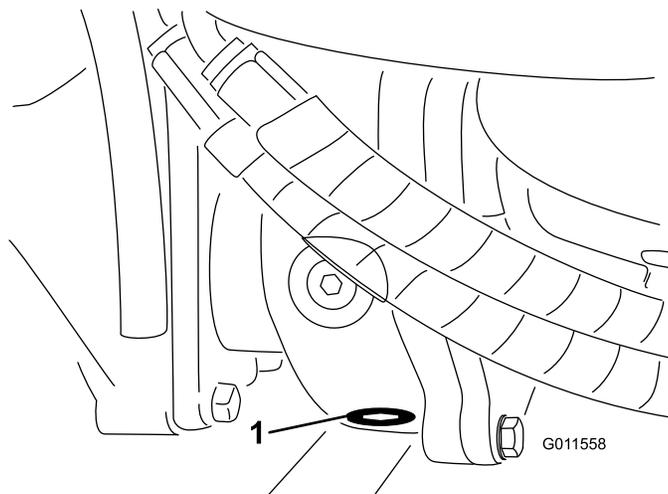

Рисунок 60
5. Очистите область вокруг сливной пробки на нижней стороне редуктора (Рисунок 60).